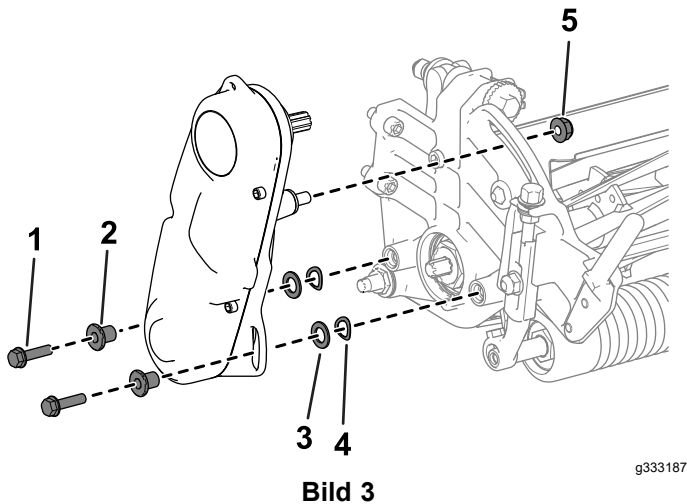

Bild 3
- Entfernen Sie die Befestigungsmittel, mit denen die Spindeltriebsbaugruppe an der Seitenplatte befestigt ist (Bild 3).
- Entfernen Sie die Spindeltriebsbaugruppe, Unterlegscheiben, Federscheiben und Distanzstücke von der Seitenplatte (Bild 3).